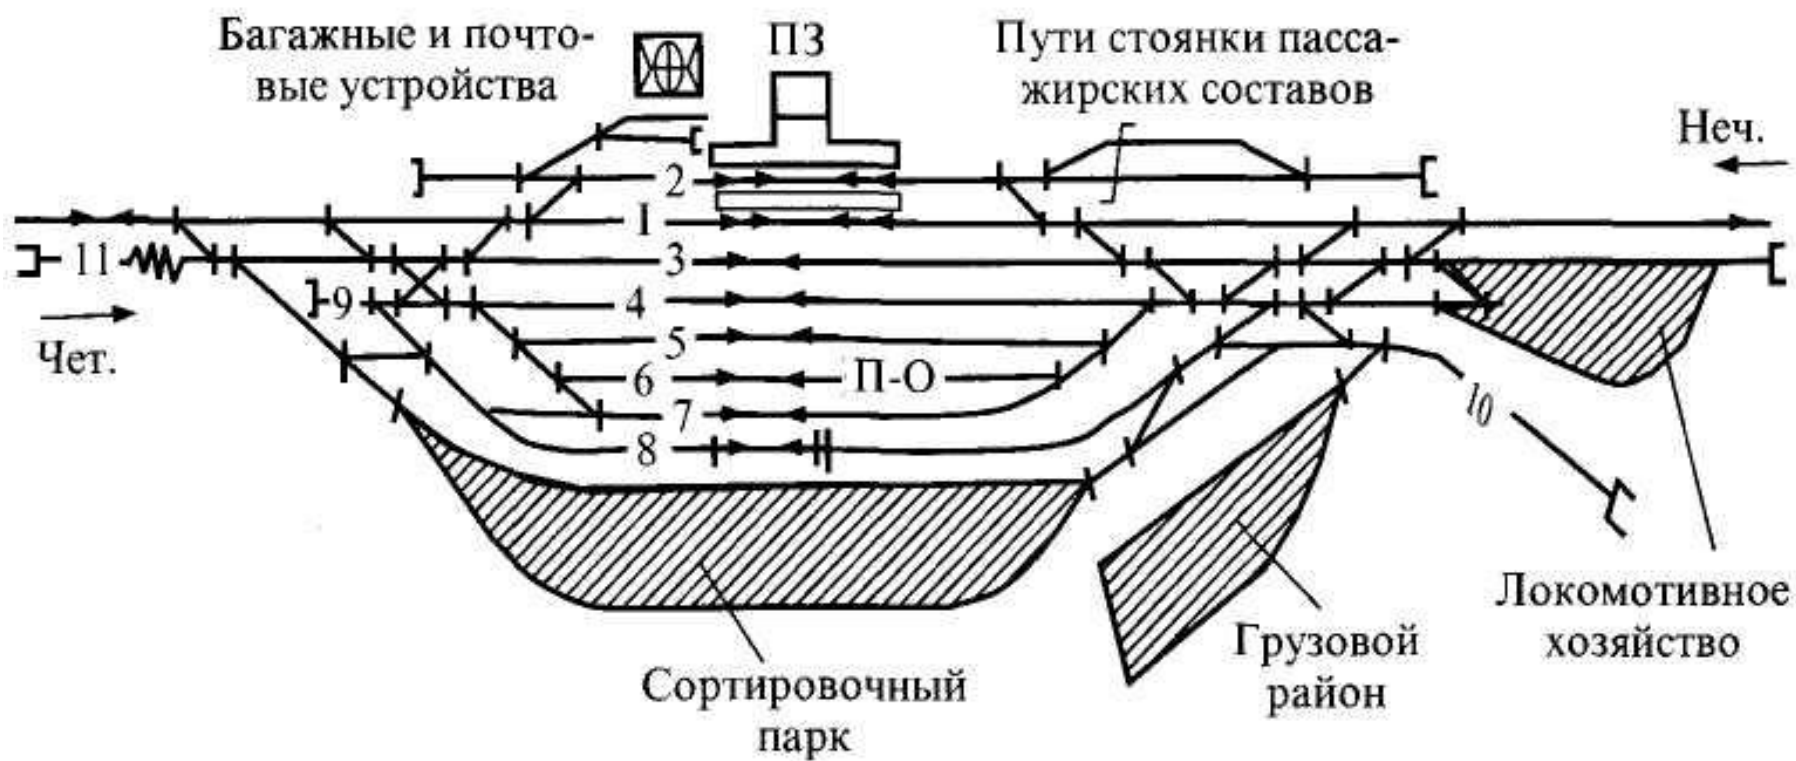

Рис. 4.3. Немасштабная схема участковой станции однопутной линии
- Порядок работы станции с пассажирскими и грузовыми поездами приведен на примере станции, схема которой изображена на рис. 4.3. Для приема и отправления поездов — шесть приемо-отправочных путей. Пассажирские поезда принимаются на путь 2.